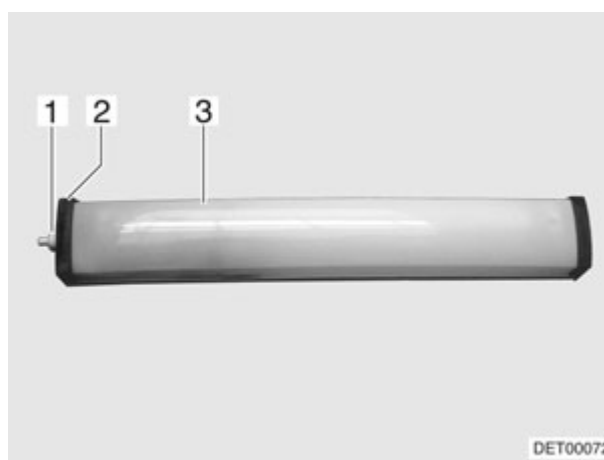

Fig. 194 Luz del habitáculo
- Desatornillar la caperuza (Fig. 194,1).
- Retirar la tapa (Fig. 194,2).
- Comprimir ligeramente la cubierta de la luz (Fig. 194,3) y retirarla.